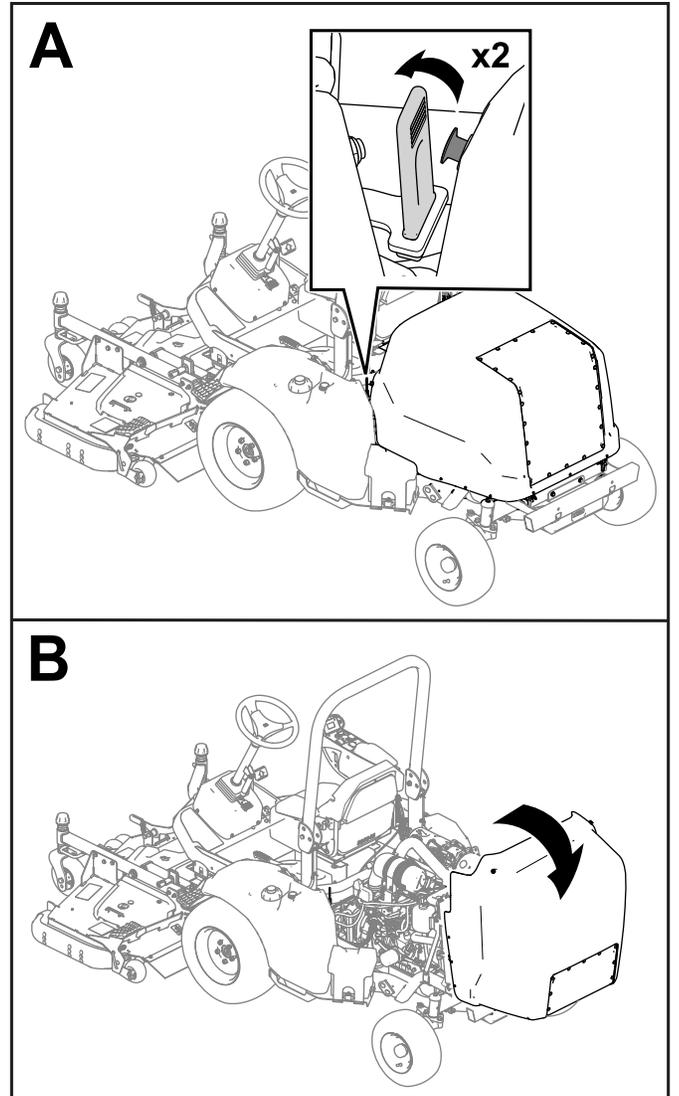

图 46
1. 从机器两侧松开箍带图 46。
2. 提升机罩图 46。